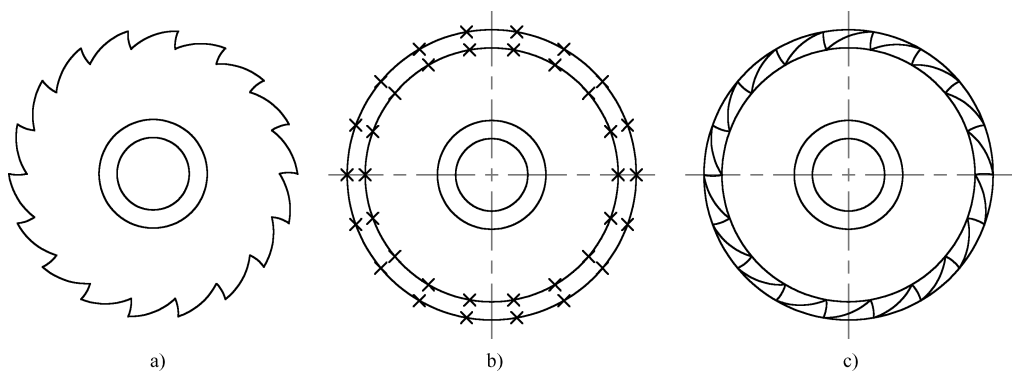

图 2-44 绘制铣刀平面图示例
② 输入“相切、相切、半径”命令，依次选取 R1、L1 对象，指定 R 半径后，完成图 2-44 的绘制。